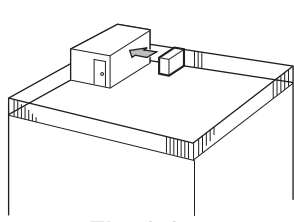

Fig. 3-2
- Τοποθετήστε τη μονάδα ώστε το στόμιο εξαγωγής του αέρα να είναι στραμμένο προς τον πλησιέστερο διαθέσιμο τοίχο και να απέχει περίπου 50 εκατοστά. (Fig. 3-2)